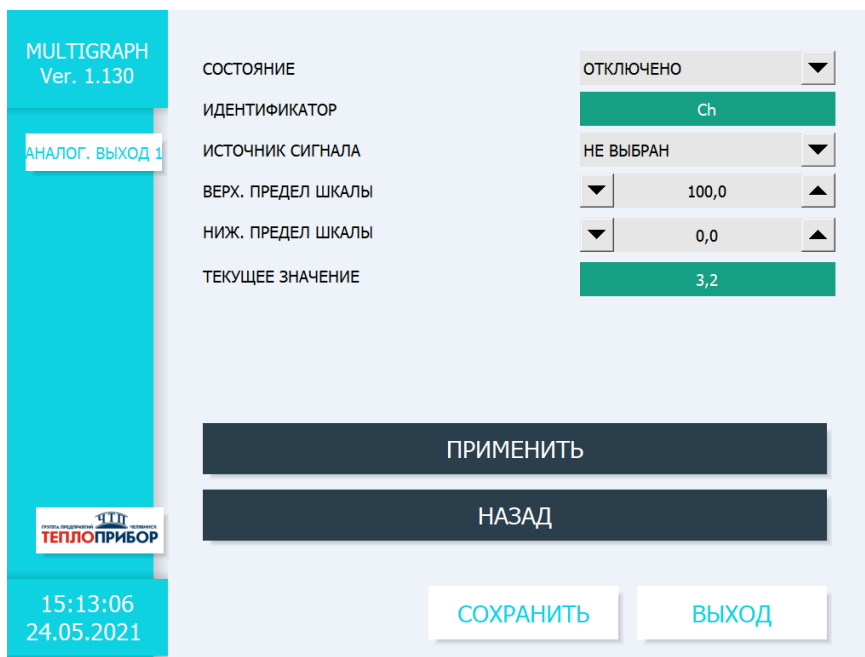

Рисунок 2.35 – Настройка канала аналогового выхода
После выбора канала, который необходимо настроить, появится список параметров, который можно настроить администратору (рис. 2.35).
2.3.4.1.4 «ВЕРХ. ПРЕДЕЛ ШКАЛЫ», «НИЖ. ПРЕДЕЛ ШКАЛЫ». Данные настройки задают диапазон значений входного сигнала которое будет преобразовываться в аналоговый выходной сигнал (к примеру, на рис. 2.35 указан диапазон от 0 до 100 условных единиц сигнала, которые будут преобразованы в выходной ток 4-20 мА).